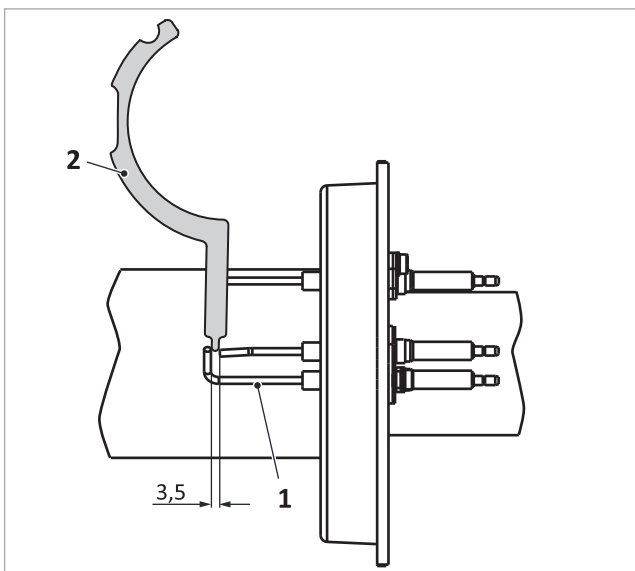

Abb. 136: Abstand Elektrode zur Masse an der Zündelektrode
1. Abstände der Ionisationselektrode mit Hilfe einer Elektrodenlehre → Abb. 136 (2) überprüfen (ggf. durch vorsichtiges Biegen korrigieren).
- Elektroden untereinander → Abb. 136 (1): 3,5 mm